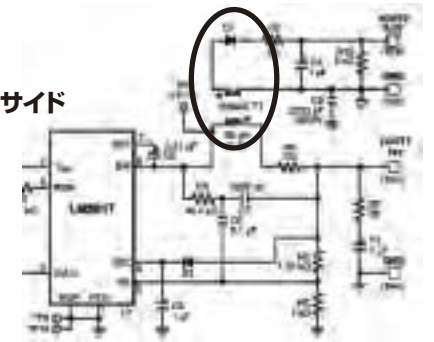

図1
- 高耐圧入力力で絶縁型電源が必要な医療機器、通信インフラ機器また絶縁電源モジュールでの2次側への電源供給としても応用可能。(図1参照) 本アプリ向け評価ボードも提供可能 (LM5017ISOEVAL)。